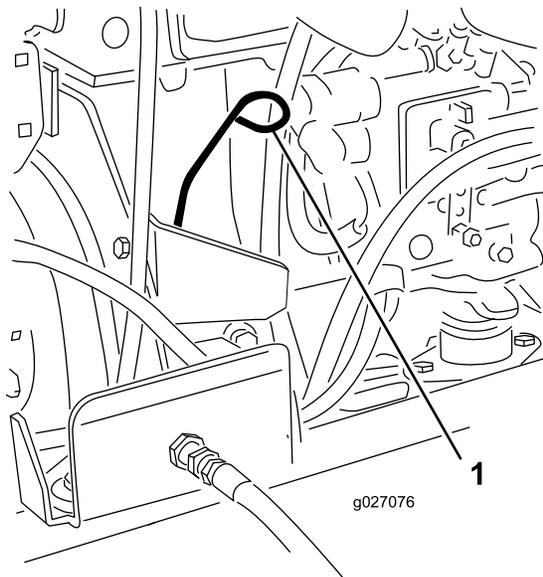

図 51
3. ディップスティックを抜き取り、付いているオイルをウェスで拭きとってもう一度差し込む(図 51)。